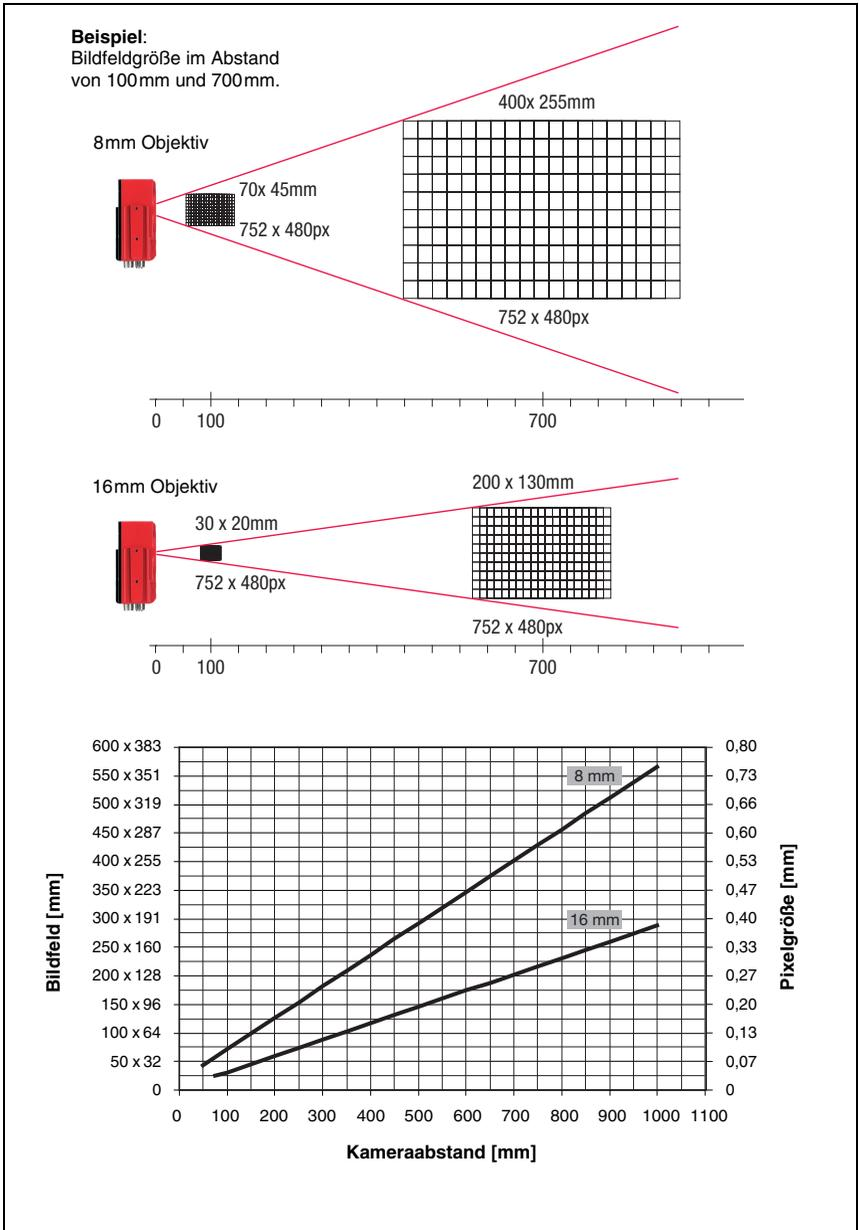
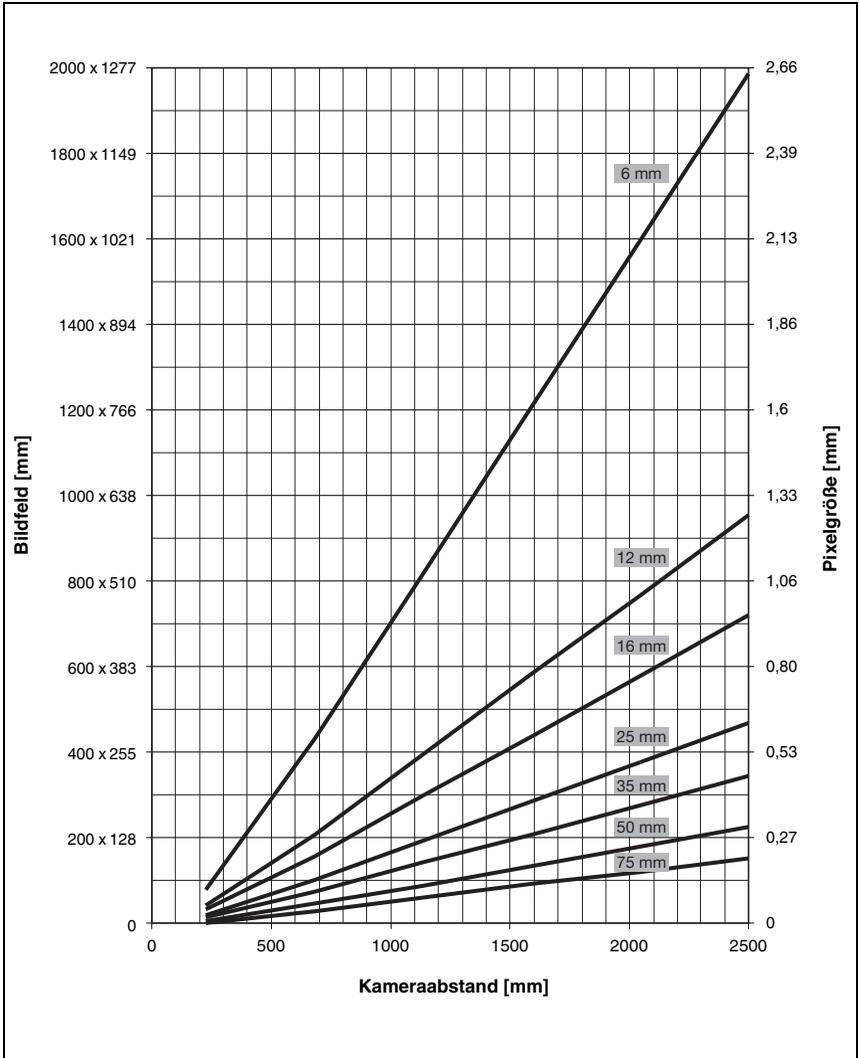

Bild 4.6: Kameraabstand / Bildfeld - Standardgeräte
Bild 4.7: Kameraabstand / Bildfeld - Gerätevarianten für C-Mount Wechselobjektive
- Der sich aus dem jeweiligen Bildfeld ergebende Kameraabstand (siehe Bild 4.6 auf Seite 23 bzw. Bild 4.7 auf Seite 24).
In Bild 4.6 bzw. Bild 4.7 für die C-Mount Gerätevarianten ist der prinzipielle Zusammenhang zwischen Kameraabstand und dem sich ergebenden Bildfeld dargestellt.
Das Diagramm in Bild 4.6 zeigt die Abhängigkeit zwischen Kameraabstand (= Strecke von Kameravorderkante zu Objekt) und Bildfeld für die Standardgeräte mit 8mm und 16mm Brennweite. In Bild 4.7 ist dieser Zusammenhang für die C-Mount Gerätevarianten dargestellt.